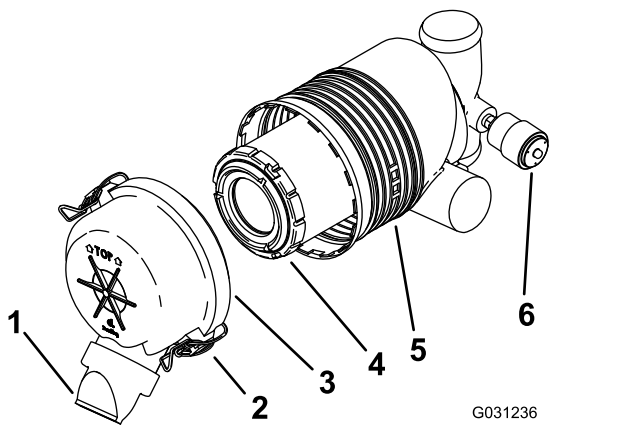

図 32
**重要** エアクリーナのフィルタの交換は、インジケータが赤色になってから行ってください 図 32。早めに整備を行っても意味がありません。むしろフィルタを外したときにエンジン内部に異物を入れてしまう危険が大きくなります。
5. エアクリーナのラッチを外し、ボディーからカバーを抜き出す 図 32。
- インジケータが透明であれば、ダストカップを下に向けてエアクリーナカバーを取り付けてラッチを掛ける 図 32。
1. エアクリーナのボディから、フィルタをすずかに引き出す (図 32)。
3. 注意深くフィルタを取り付ける 図 32。
4. ダストカップを下に向けてエアクリーナカバーを正しく取り付け、ラッチを掛ける 図 32。